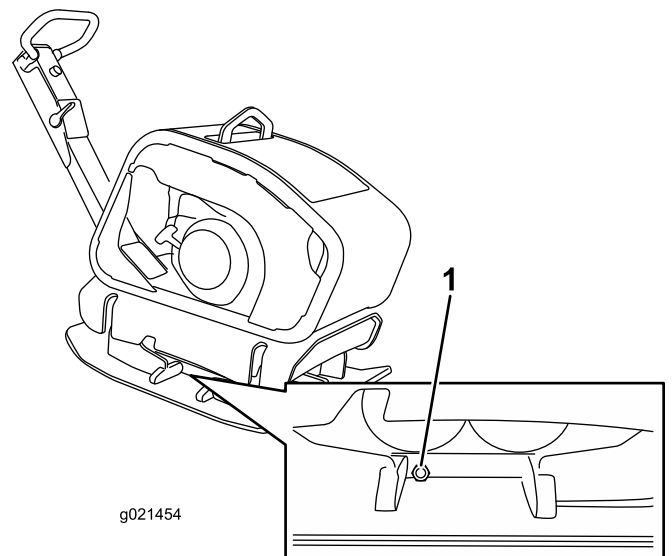

Figura 23
3. Coloque trapos debajo del tapón de aceite del lado derecho de la carcasa de la excéntrica (Figura 23).
4. Retire el tapón de aceite (Figura 23).
7. Vuelva a colocar el tapón de aceite (Figura 23).
4. Coloque un recipiente de aceite usado debajo del tapón de aceite y retire el tapón de la carcasa de la excéntrica (Figura 23).
5. Incline la compactadora ligeramente hacia la derecha, y utilice una pistola de succión para retirar el aceite a través del orificio del tapón de aceite (Figura 23).
6. Incline la compactadora ligeramente hacia la izquierda, y vierta lentamente 0.5 litros (6.9 onzas) del aceite especificado en el orificio del tapón de aceite (Figura 23).